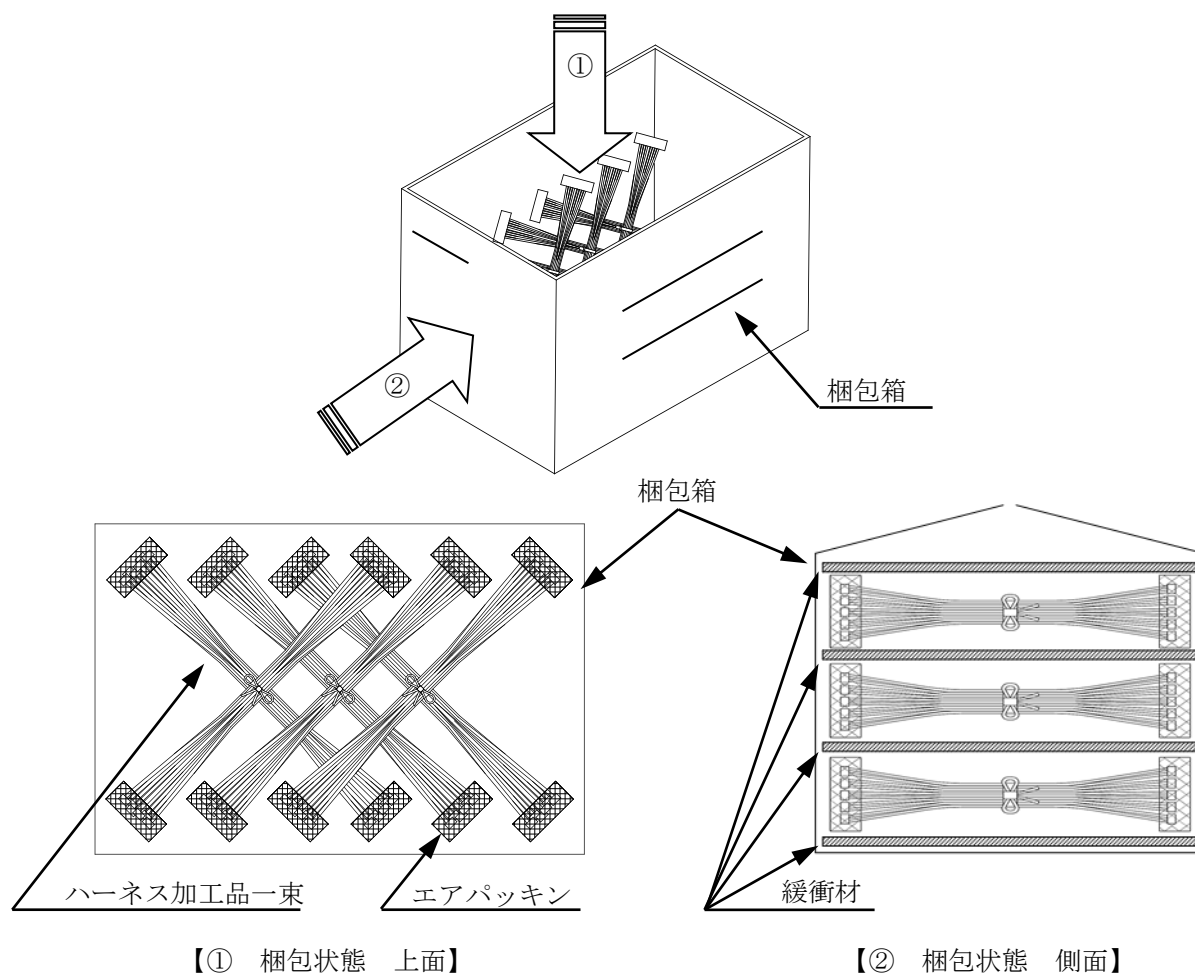

図 8-2 梱包状態図
尚、下図(図 8-2)は推奨参考例ですが、ハーネス長が長いなどの理由で他の梱包方式で御使用される場合にも段積みによる加重等の負荷がコネクタに長時間加わらない様御配慮をお願い致します。
※ハーネス加工品の束を梱包箱に入れる際、積み重ねによる荷重等の負荷がコネクタに長時間加わらない様に、箱に合わせた形で製品を交互(十字型)に重ね合わせて下さい。(図 8-2 ①)
※梱包箱底面には、緩衝材等を敷いて下さい。また、段積みによる荷重等の負荷がコネクタに長時間加わらない様に、緩衝材を敷く等の御配慮をお願い致します。(図 8-2 ②)